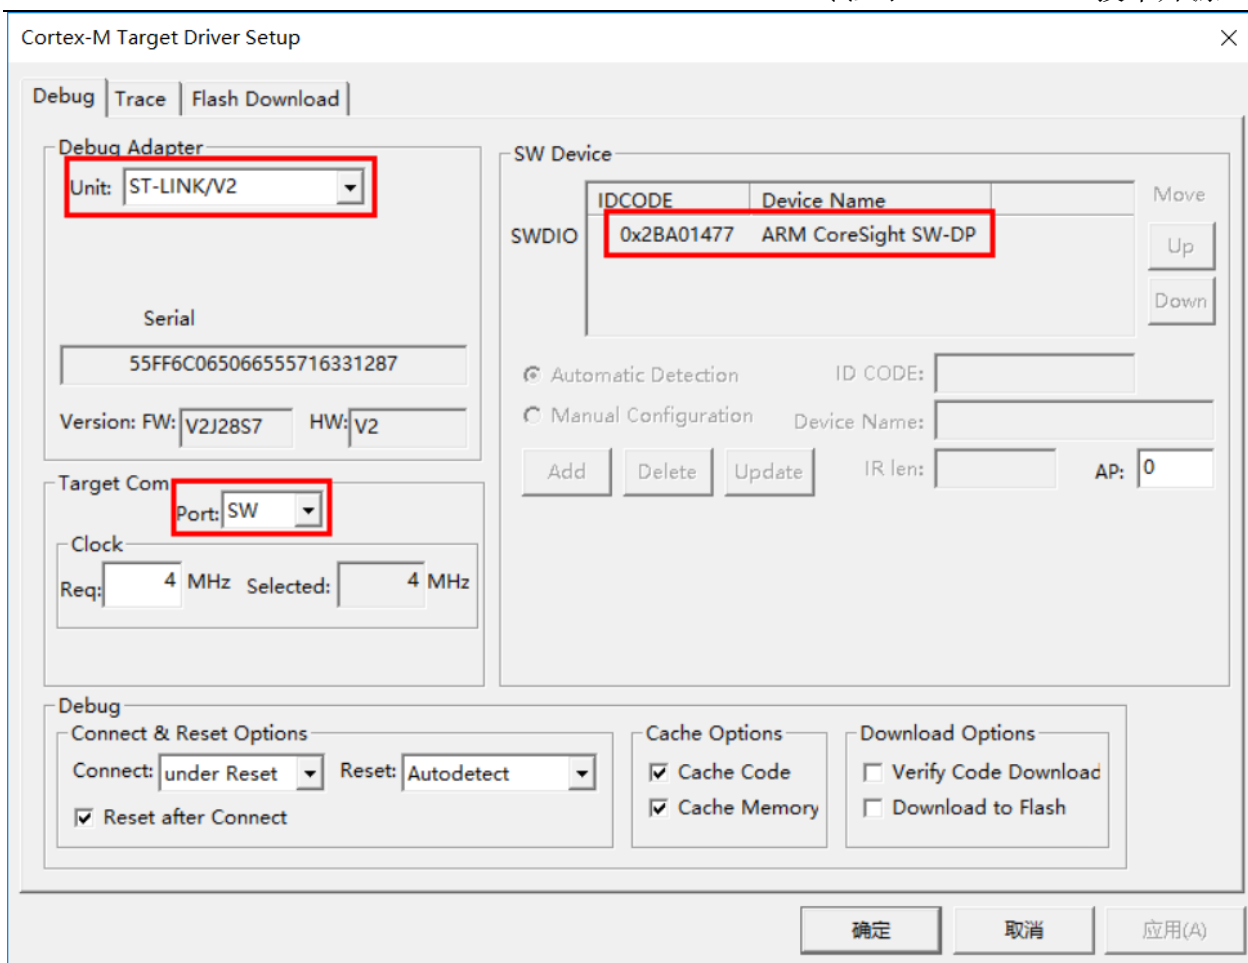

图 3-6 配置 ST-Link
4. 小熊派开发板设计的程序烧录方式为 SWD 方式，此处“Unit”选项选择“ST-Link/V2”，且“Port”选项选择“SW”，并确认右侧框内是否检测出 SW 设备，如图 3-6 所示。若未检测出 SW 设备，请检查设备连接是否正确。